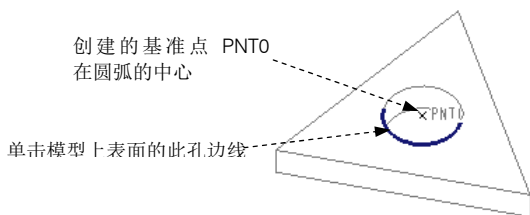

图 3.17.11 过中心点基准点的创建
如图 3.17.11 所示, 现需要在模型上表面的孔的圆心处创建一个基准点 PNT1, 操作步骤如下:
Step3. 如图 3.17.11 所示, 选取模型上表面的孔边线。